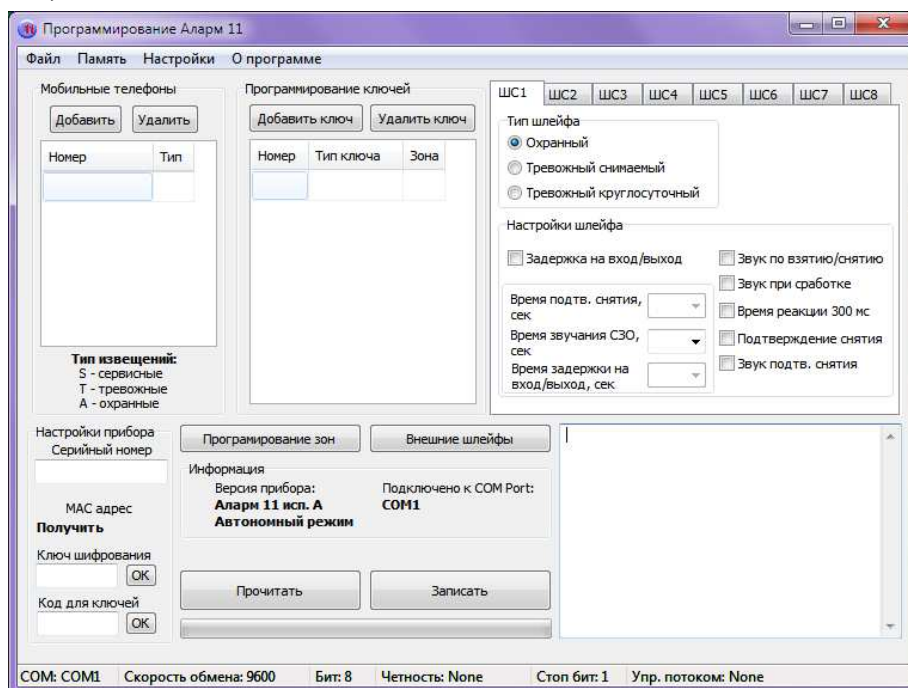

Рисунок 16
4.2 В результате выполнения этой команды на экране ПЭВМ появится основное окно «Программирование Аларм-11» (рисунок 16).